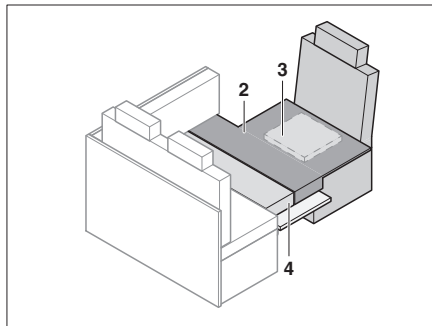

Bild 182 Efter ombyggnaden
- Lägg på extradynorna som visas på Bild 182.